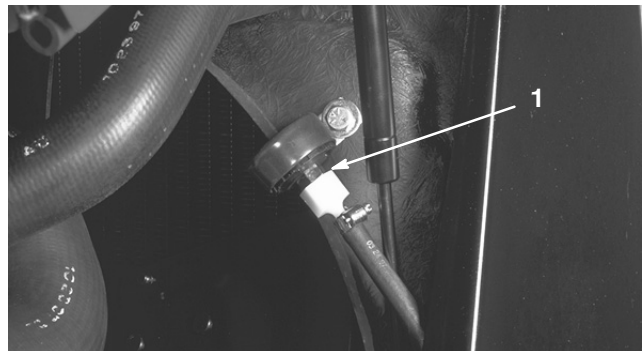

Figure 50
2. Le reniflard se trouve du côté droit du radiateur (Fig. 50). Nettoyez la surface autour du reniflard, dévissez-le avec une clé et montez le reniflard de rechange.